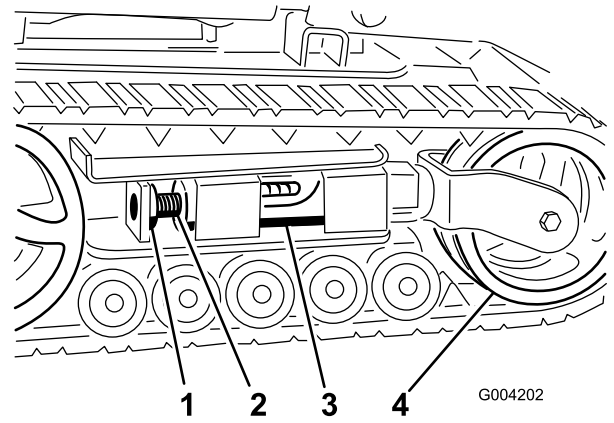
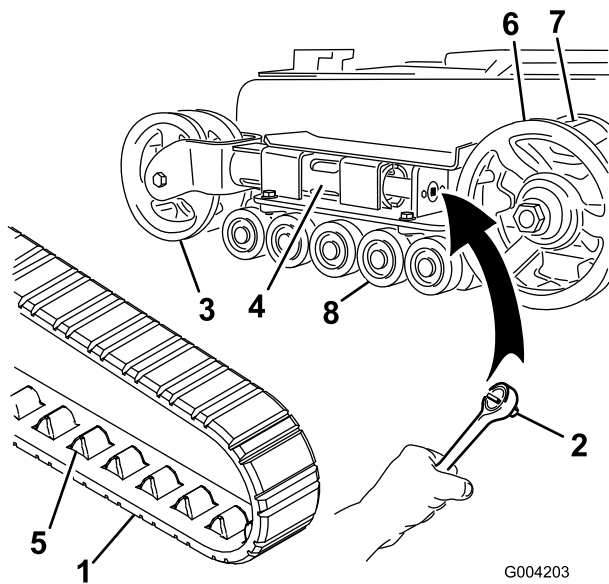
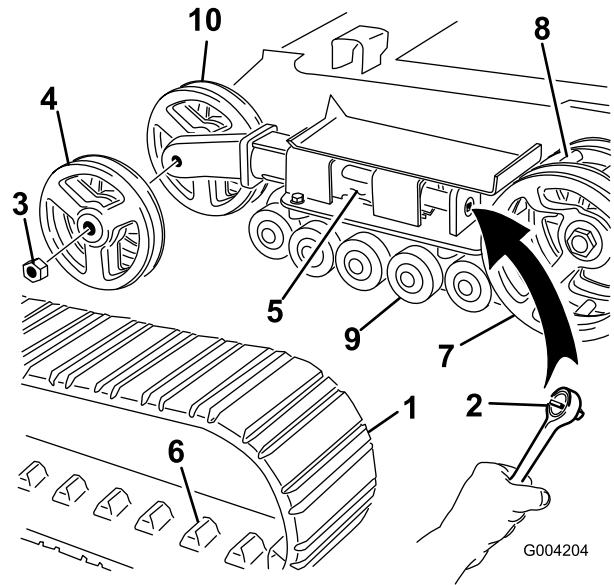

Figura 47
Figura 48
Figura 49
4. Togliete il bullone di bloccaggio e il dado (Figura 47).
6. Allineare l'intaglio più vicino della vite di tensione al foro del bullone di bloccaggio e fissare la vite con il bullone di bloccaggio e il dado (Figura 47).
Nota: Avete cingoli a larghezza ridotta se le ruote di tensione anteriori sono montate all'interno di una forcella all'estremità del tubo di tensione (Figura 48).
5. Utilizzando un cricchetto di trasmissione da ½", rilasciate la tensione di trasmissione ruotando la vite di tensione in senso orario (Figura 47 e Figura 48).
6. Spingere la ruota di tensione verso il retro dell'unità in modo da spostare il tubo di tensione contro il telaio (Figura 48).
8. Quando il cingolo è staccato dalla ruota di tensione, rimuovetelo dai denti di trasmissione e dalle ruote non motrici (Figura 48).
9. Avvolgete il nuovo cingolo iniziando dalla ruota conduttrice e controllando che i denti del cingolo si alloggino tra i distanziali della ruota stessa (Figura 48).
10. Spingere il cingolo sotto e tra le ruote non motrici (Figura 48).
Nota: Avete cingoli a larghezza ridotta se le ruote di tensione anteriori sono montate sui lati dell'estremità del tubo di tensione (Figura 49).
5. Utilizzando un cricchetto di trasmissione da 1/2", rilasciate la tensione di trasmissione ruotando la vite di tensione in senso orario (Figura 47 e Figura 49).
6. Spingere la ruota di tensione verso il retro dell'unità in modo da spostare il tubo di tensione contro il telaio (Figura 49).
7. Togliere il dado di fissaggio della ruota di tensione esterna e rimuovere la ruota (Figura 49).
8. Togliere il cingolo (Figura 49).
9. Togliere il dado di fissaggio della ruota di tensione interna e rimuovere la ruota (Figura 49).
13. Montare la ruota di tensione interna e fissarla con il dado tolto in precedenza (Figura 49).
15. Montare il nuovo cingolo, accertandosi che gli attacchi del cingolo si inseriscano tra i denti al centro della ruota conduttrice (Figura 49).
16. Montare la ruota di tensione esterna e fissarla con il dado tolto in precedenza (Figura 49).
6. Collocare il tappo ingrassato della ruota non motrice sulla testa del bullone (Figura 48).
7. Fissare il tappo della ruota con l'anello elastico (Figura 48).